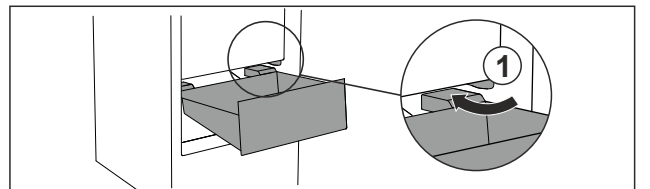

Fig. 51
▶ Schubfach schräg um die Stopper Fig. 51 (1) herumführen.